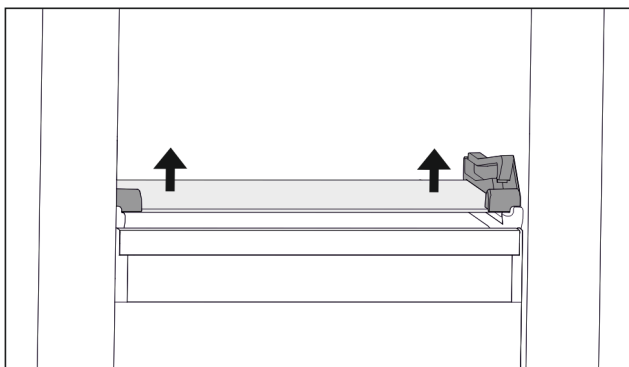

Fig. 92 Placa de sticlă a sertarului înclinabil
- ▶ Apăsați placa de sticlă de jos în sus pe ambele părți. (vezi Fig. 92)